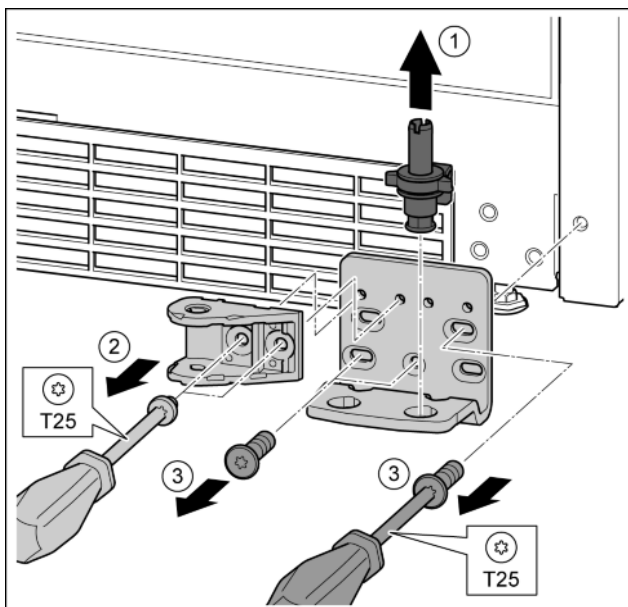

Fig. 29
- ▶ Lagerbouten compleet vanaf de bovenkant eruit trekken. Fig. 29 (1)
- ▶ Schroeven met schroevendraaier T25 eruit draaien en de sluitdemperverbinding eraf halen. Fig. 29 (2)
- ▶ Schroeven met schroevendraaier T25 eruit draaien en lagerbus eraf halen. Fig. 29 (3)